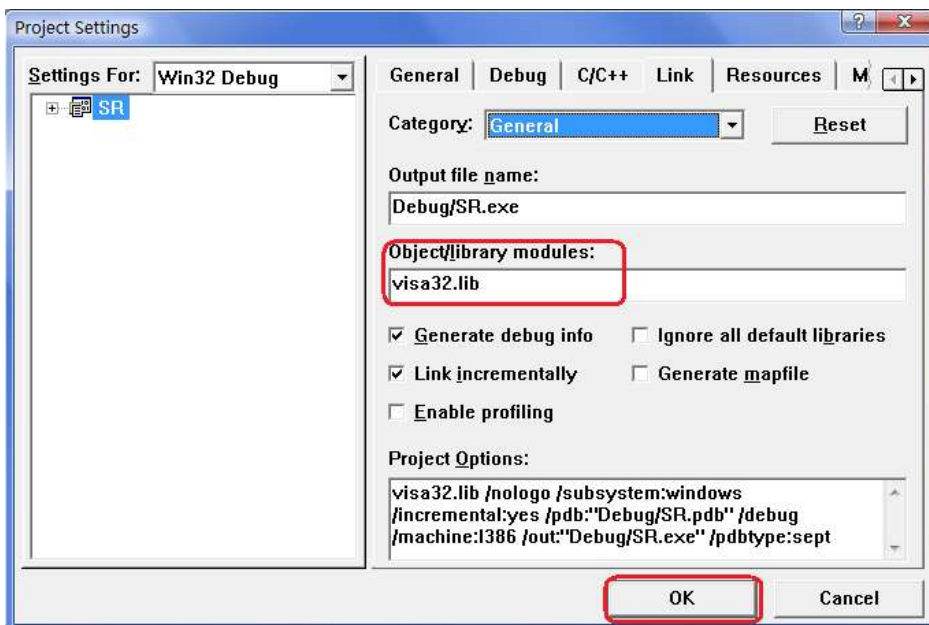

图 4-1-2
3. 打开 Project->Settings 中的 Link 选项卡，在 Object/library modules 框中手动添加 visa32.lib。点 OK 关闭对话框。如图 4-1-2 所示。